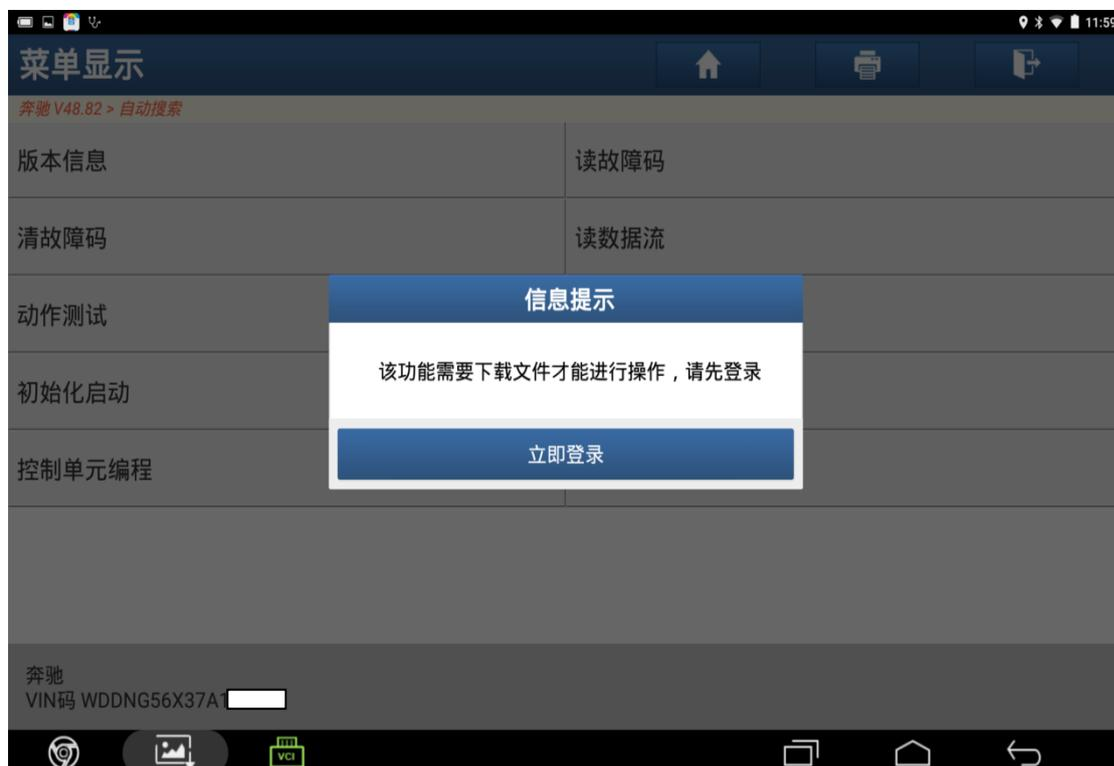

图 14
14). 该功能需要下载文件, 联网后 PADIII 进行账户登陆, 如图 14;